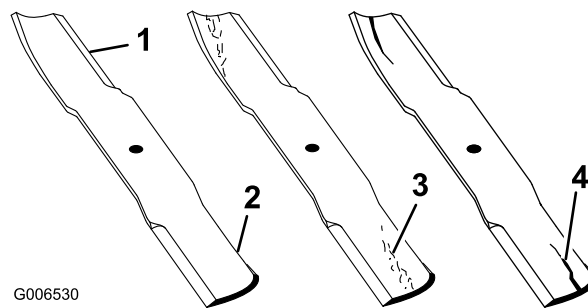

Figura 50
1. Inspeccione los filos de corte (Figura 50). Si los bordes no están afilados o tienen muescas, retire las cuchillas y afílelas. Consulte Afilado de las cuchillas.
2. Inspeccione las cuchillas, especialmente la parte curva (Figura 50). Si observa daños, desgaste o la formación de una ranura en esta zona (Figura 50), instale inmediatamente una cuchilla nueva.